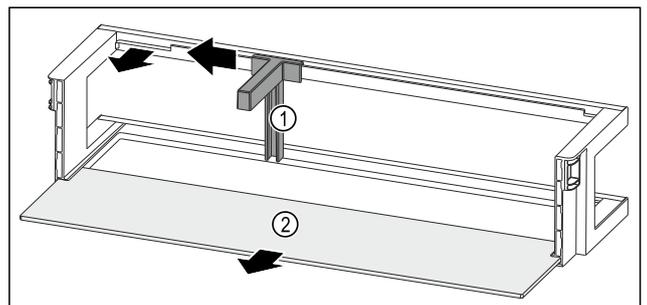

Fig. 49 Türabsteller mit Flaschenhalter und Abstellfläche
- ▶ Flaschenhalter Fig. 49 (1) bis zur Aussparung zur Seite schieben.
- ▶ Flaschenhalter Fig. 49 (1) entnehmen.
- ▶ Abstellfläche Fig. 49 (2) entnehmen.